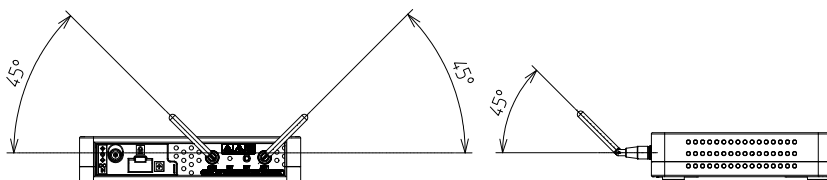

図 2
- ② 図 2 に示すように 2 本のアンテナが交差しないように設置してください。